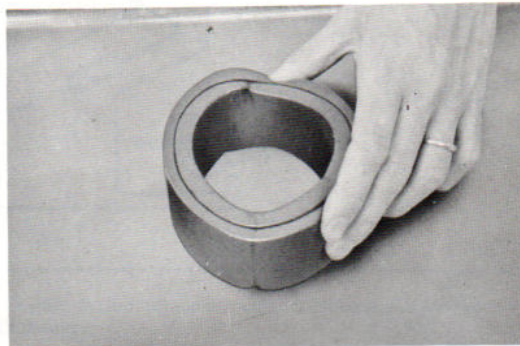

Fig. 147 Nettoyage de l'élément du filtre à air
- 6) Nettoyer l'élément de filtre à air en le soufflant à l'air comprimé ou en le lavant au savon. (Fig. 147)